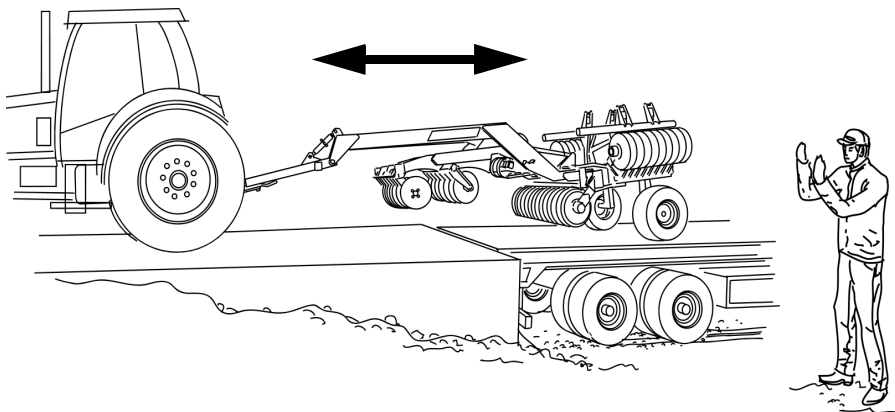

Figure 1.7
NOTE! Al cargar y descargar la máquina, se recomienda tener la ayuda de otra persona para las maniobras; ver “Figure 1.7”.
- 2 Cargar la máquina en el vehículo de transporte, reculando longitudinalmente con la ayuda de un tractor. Por ejemplo: cuando se usa una caja de camión, es necesaria una rampa, un muelle de carga o similar. Proceder con sumo cuidado. Comprobar que no se dañan componentes de la máquina durante la carga; ver también “Figure 1.7 ” on page 13.
- 3 Sacar la máquina del vehículo de transporte. Por ejemplo: cuando se usa una caja de camión, es necesaria una rampa, un muelle de carga o similar. Proceder con sumo cuidado. Comprobar que no se dañan componentes de la máquina durante la carga; ver también “*Figure 1.7* ” on page 13.
- 3 Sacar la máquina del vehículo de transporte. Por ejemplo: cuando se usa una caja de camión, es necesaria una rampa, un muelle de carga o similar. Proceder con sumo cuidado. Comprobar que no se dañan componentes de la máquina durante la carga; ver también "Figure 1.7 " on page 13.